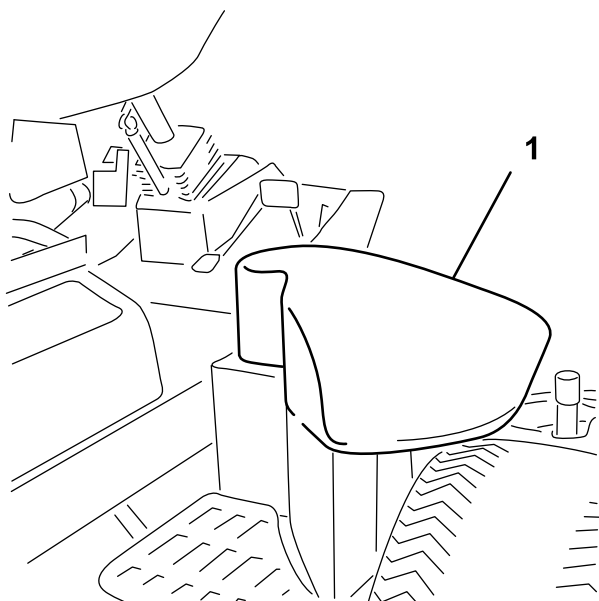

Figure 34
- Du côté droit de la machine, soulevez le couvercle du réservoir hydraulique (Figure 34).